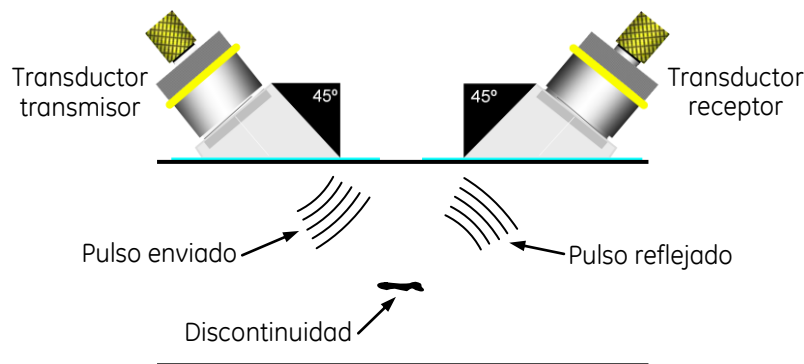
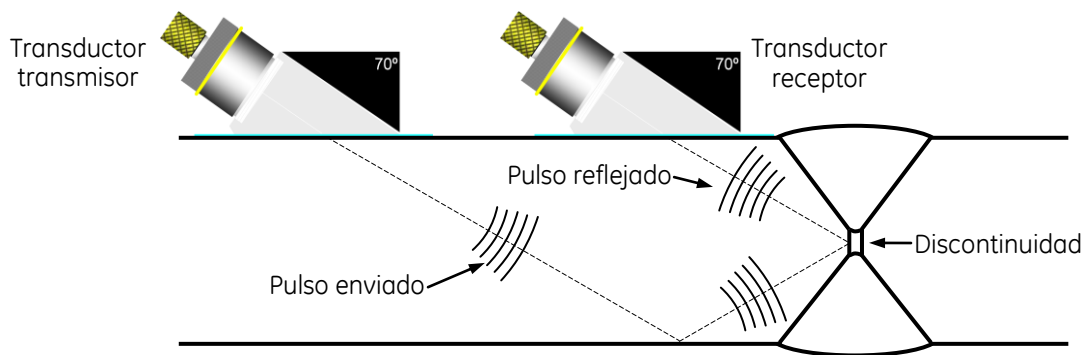

Figura No. 64: Modo de inspección Emisor y Receptor
Figura No. 65: Modo de inspección Tandem
- b. **Emisor y receptor (pitch and catch):** Se usan dos transductores, uno envía el pulso (transmisor) y el otro lo recibe (receptor), ambos transductores se colocan en una misma superficie, figura No. 64. Para determinar la localización de la discontinuidad se usan técnicas de triangulación. Una forma de usar el modo *emisor—receptor* es recurriendo a un arreglo “*tándem*” (dos transductores ajustados de manera que funcionen simultánea o sucesivamente y que se complementan entre ellos), normalmente usado para la inspección de la parte central en materiales gruesos con dos transductores de haz angular. En esta técnica el transductor transmisor envía un pulso con un cierto ángulo hacia la parte media del material (muchas veces en soldaduras a tope con doble “V”) y la reflexión de superficies planas verticales son recibidas por un transductor localizado enfrente del transmisor, figura No. 65. Otra técnica, encontrada en el método de inmersión, usa un receptor focalizado y un transmisor de haz ancho con un arreglo en forma de triángulo (técnica delta). Para la aplicación de este modo de inspección se usan transductores de haz angular o transductores de inmersión. El transductor dual es una forma de aplicar la técnica emisor—receptor.